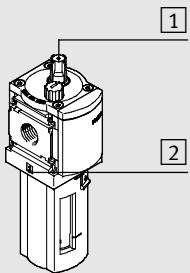

Рис. 1
- Следите за направлением потока от 1 к 2. Цифры [2] на корпусе устройства служат для ориентации (→ рис. 1).